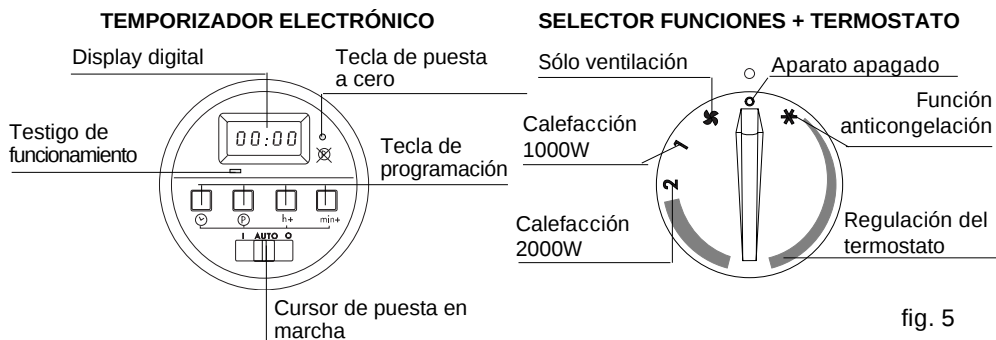

fig. 5
- En el modelo dotado de temporizador electrónico, situar el cursor de puesta en marcha (fig. 5) en la posición I. Se encenderá el piloto respectivo.
- Gire el pomo hacia la derecha en la posición ☼ 'servicio de verano' (sólo ventilación) (fig. 5).
Para apagar el aparato, vuelva a colocar el pomo del selector funciones+termostato en la posición "O" (fig. 5) y, en los modelos equipados con temporizador, coloque el cursor de puesta en funcionamiento en la posición "O" (fig. 5). La luz indicadora del funcionamiento se apaga.
- Accionar el pulsador ☹ y, simultáneamente, el pulsador h+ (fig. 5) hasta que se haya alcanzado la hora exacta; después, soltar ambos pulsadores.
- Para regular los minutos, accionar simultáneamente el pulsador ☹ y el pulsador min+ (fig. 5); después, soltar ambos pulsadores.
1. Colocar el cursor de puesta en marcha en la posición "AUTO" (fig. 5).